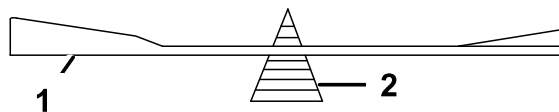

Bild 59
2. Prüfen Sie die Auswuchtung des Schnittmessers auf einer Ausgleichsmaschine (Bild 59).